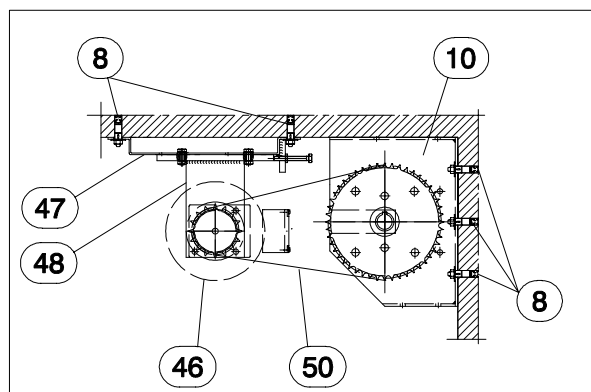

Abb. 6
- Äußere Lagerkonsolen (10 u. 11) durch das vorgegebene Lochbild mittels Schwerlastanker FH 12/10 B (8) mit dem Sturz verschrauben. Bei Mauerwerk Durchschraubbolzen M12 verwenden (s. Abb.6).